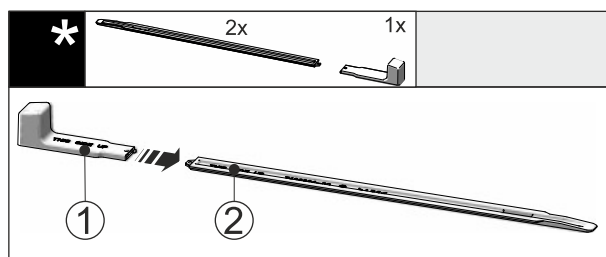

Fig. 46
- Insérer la poignée de montage Fig. 46 (1) dans le rail de nivellement Fig. 46 (2).